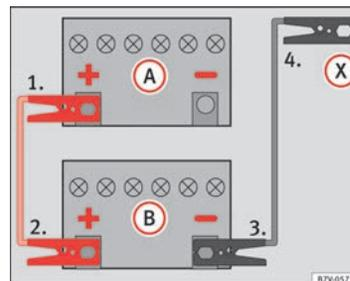
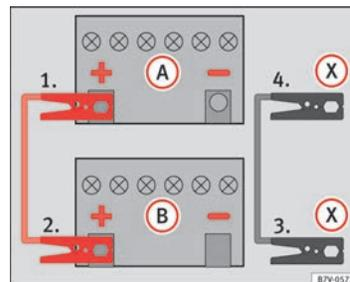

Fig. 218 Esquema de conexión para vehículos sin sistema Start Stop.
Fig. 219 Esquema de conexión para vehículos con sistema Start Stop.
- Emberne un extremo del cable *rojo* de emergencia al polo positivo (+) del vehículo con la batería descargada (A) ⇒ fig. 218.
- Emberne el otro extremo del cable *rojo* de emergencia al polo positivo (+) del vehículo que suministra la corriente (B).
- Emberne un extremo del cable *negro* de emergencia al polo negativo (-) del vehículo que suministra la corriente (B) ⇒ fig. 218.
- Emberne el otro extremo del cable *negro* de emergencia (X), en el vehículo con la batería descargada, a una pieza de metal maciza que vaya atornillada al bloque motor o al mismo bloque motor pero más alejado posible de la batería (A).
- Emberne un extremo del cable *rojo* de emergencia al polo positivo (+) del vehículo con la batería descargada (A) ⇒ fig. 219.
- Emberne un extremo del cable *negro* de emergencia (X) a un terminal de masa adecuado, a una pieza de metal maciza que vaya atornillada al bloque motor o al mismo bloque motor ⇒ fig. 219.